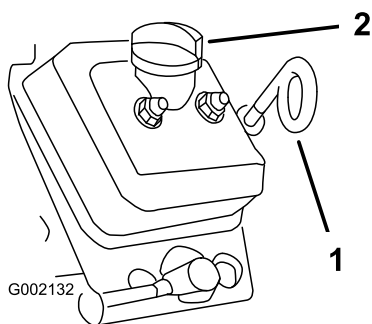

Figura 32
3. Usate un panno per pulire attorno all'asta di livello e al tappo di riempimento (Figura 32) in modo che la morchia non possa penetrare nel tubo dell'asta o nel collo del bocchettone e danneggiare il motore.
4. Estraiete l'asta di livello e pulitela (Figura 32).
5. Inserite l'asta di livello nel tubo e verificate che sia inserita a fondo (Figura 32).
8. Montate il tappo di rifornimento (Figura 32).
9. Rimontate l'asta di livello dell'olio e inseritela a fondo (Figura 32).